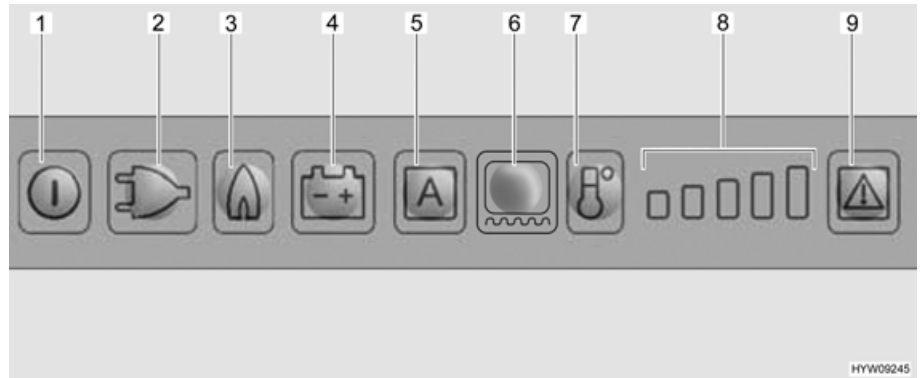

Bild 184 Lysdiodesreglage (kylskåp Dometic)
**Tändsäkring** När gasdriften väljs öppnas tändsäkringen automatiskt så att gas kan strömma till brännaren. Samtidigt tillkopplas den elektroniska tändaren. Om gaslågan skulle slockna, t. ex. på grund av att det blåser, aktiveras tändaren direkt igen och tänder gasen. Vid störningar i gasdrift blinkar ljusknapparna "Gas" (Bild 184,3) och Störning (Bild 184,9) och en akustisk signal ljuder i 20 sekunder.
**Slå på:** ■ Tryck på på/av-knappen (Bild 184,1) i cirka 2 sekunder. Kylskåpet slår på sig, det senast inställda driftläget indikeras.
**Välj driftläge:** ■ Tryck in de belysta knapparna för önskat driftläge (Bild 184,2 - 4) eller för det automatiska läget "AES" (Bild 184,5) (endast för AES utförande).
**Ställa in kyltemperaturen:** ■ Ställ in kyltemperaturen med knappen kylnivåer (Bild 184,7). Kylnivåindikatorerna (Bild 184,8) visar den valda termostatinställningen.
**Slå från:** ■ Tryck på på/av-knappen (Bild 184,1) i cirka 2 sekunder.
När kylskåpet sätts på väljs automatiskt en termostattinställning i mittläge. Denna inställning kan ändras manuellt med knappen temperaturnivåval (Bild 184,7). Det tar alltid några timmar innan man har en normal drifttemperatur i kylskåpet. Vid omkopplingen till ett annat driftläge, bibehålls termostattinställningen.
- Koppla in ramvärmningen under 2 timmar: Tryck på ljusknappen ramvärme (Bild 184,6) en gång. En stapel i kylnivåindikatorerna (Bild 184,8) tänds.
- Koppla in ramvärmningen under 5 timmar: Tryck på ljusknappen ramvärme (Bild 184,6) två gånger. Två staplar i kylnivåindikatorerna (Bild 184,8) tänds.
- Ställa in ramvärmningen på kontinuerlig drift: Tryck på ljusknappen ramvärme (Bild 184,6) tre gånger. Två staplar i kylnivåindikatorerna (Bild 184,8) tänds.
Kylnivåindikatorn (Bild 184,8) visar under några sekunder ramvärmningens driftslängd.
Vid en störning blinkar lysknappen Störning (Bild 184,9). Dessutom blinkar antingen en av de lysknapparna Driftläge eller kylnivåvisningen. Dessutom ljuder en akustisk varningssignal. För råd beträffande felindikering och felavhjälpning, se kapitel 15.
- ▷ Tryck, efter åtgärdande av ett fel på gasdriften, in ljusknappen Återställ (Bild 184,9).